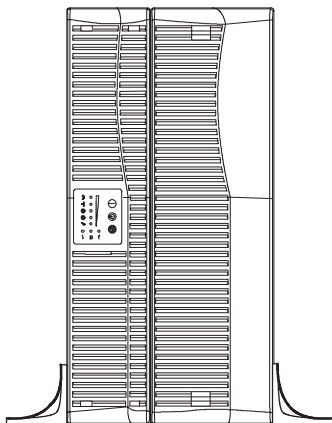

Рисунок 6. ИБП на подставках
4. Аккуратно поставьте ИБП вертикально (см. рис. 6).